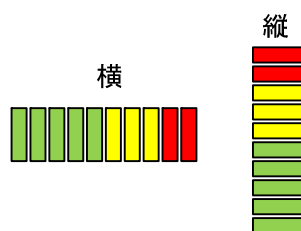

図 4.4 LED レベルメータの方向
- LED レベルメータの方向は，図 4.4(a)のように縦，横どちらの方向でもかまいません．ただし，縦の場合は赤が上側に，横の場合は赤が右側にくるように並べてください．